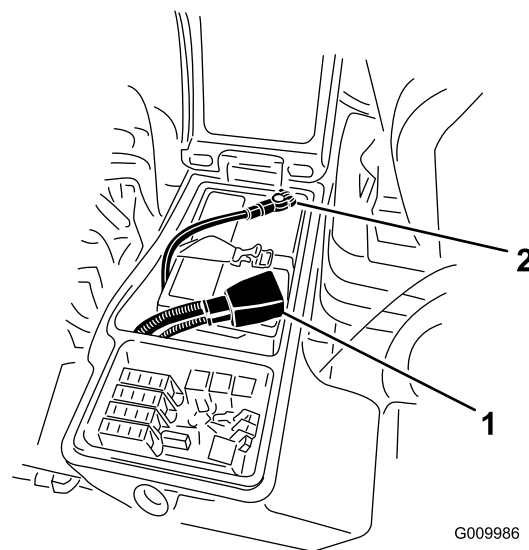

図 98
- バッテリーのマイナス-端子からマイナスケーブル黒を外し、次に、プラス+端子からプラスケーブル赤を外す 図 98。
6. 赤いケーブルをバッテリーの端子に、黒いケーブルはバッテリーの端子に固定する 図 98